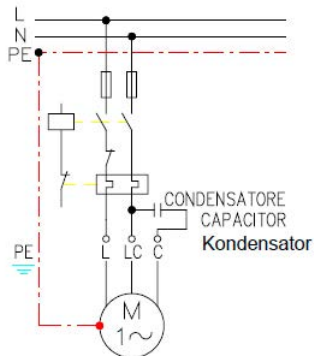

Abb. 10.1.1 – Einphasen-Elektropumpen
9.1 Wechselstrom-Motoren [Anschluss Abb. 10.1.1]
Die Einphasenmotoren gehören dem Typ PSC an (mit integriertem Permanentkondensator) und sind, wie in Abb. 10.1.1 gezeigt, anzuschließen.